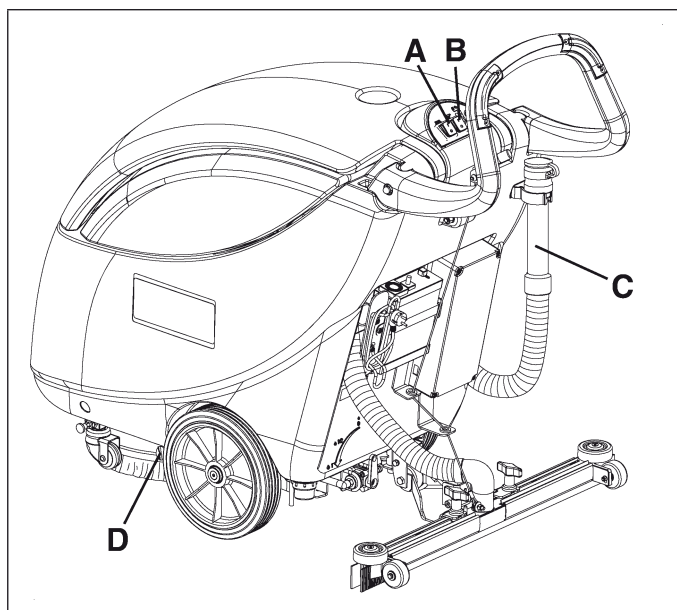
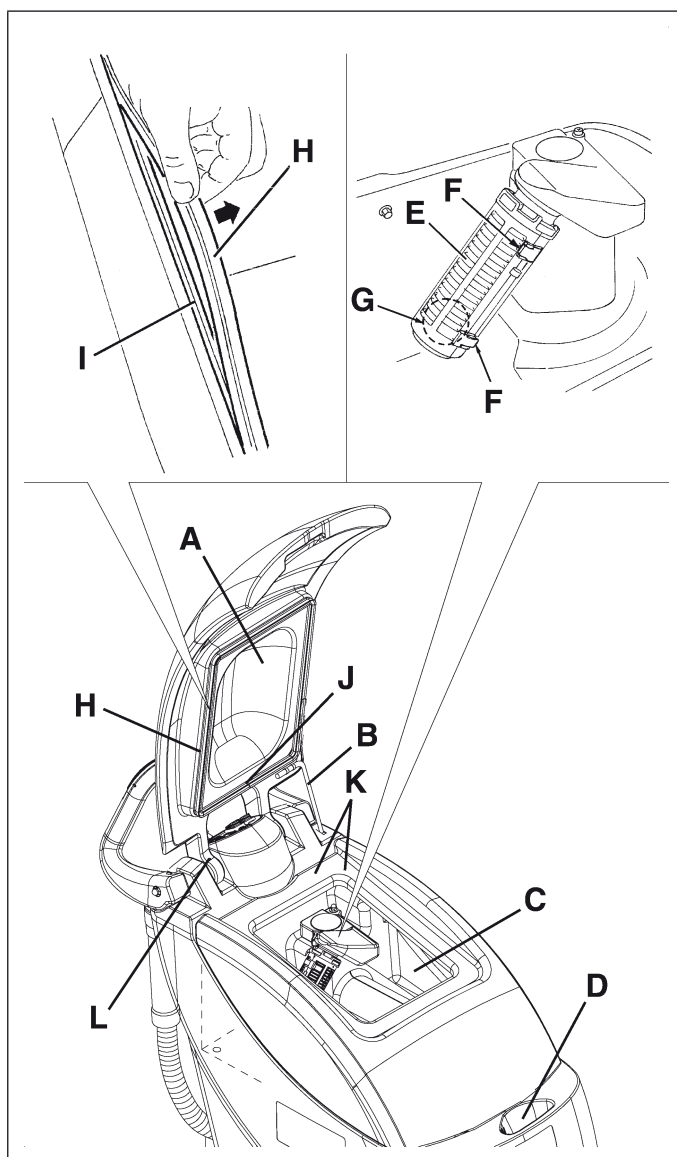

Figure 26
Figure 27
2. Controlar que los interruptores (A y B, Fig. 26) estén en posición "0".
3. Levantar la tapa (A, Fig. 27) e introducir el soporte (B) de la tapa, luego lavar con agua limpia la tapa misma, los depósitos (C y D) y la rejilla de aspiración (E). Descargar el agua de los depósitos mediante el tubo (C, Fig. 26) y la válvula (D).
4. Si necesario, desenganchar los retenes (F, Fig. 27) y abrir la rejilla (E), luego quitar el flotador (G), limpiar la partes con cuidado, luego montar de nuevo.
5. Controlar la integridad de la guarnición (H, Fig. 27) de la tapa del depósito del agua de recuperación.
La guarnición (H, Fig. 27) causa la formación de vacío en el depósito, necesario para la aspiración del agua de recuperación.
Si necesario, sustituir la guarnición (H, Fig. 27) de su alojamiento (I) para sustituirla.
6. Controlar que toda la superficie perimetral (K, Fig. 27) de apoyo de la guarnición (H) no esté dañada y que sea adecuada para la estanqueidad de la guarnición misma.
7. Controlar que el orificio de ventilación (L, Fig. 27) no esté obstruido; de lo contrario, limpiarlo.
El orificio (L, Fig. 27) permite la compensación de aire en el intersticio de la tapa, causando la formación de vacío en el depósito.
8. Cerrar la tapa (A, Fig. 27) tras haber quitado el soporte (B) de la tapa.